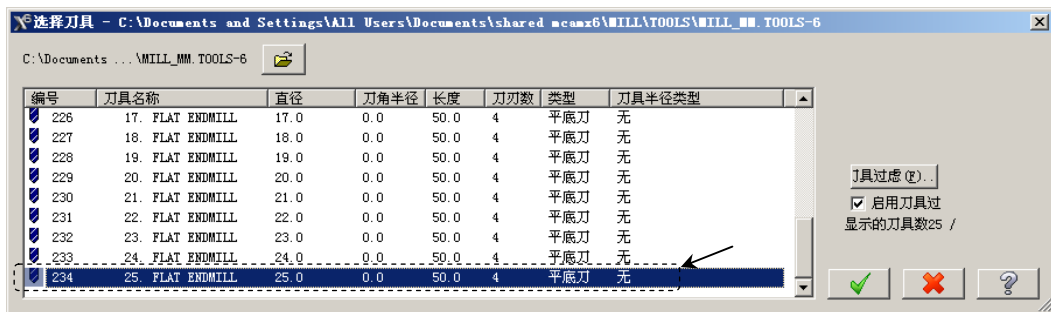

图 23.7 “选择刀具”对话框
Step5. 选择刀具。在“2D 刀具路径-平面铣削”对话框中单击 **选择刀库** 按钮，系统弹出“选择刀具”对话框，在该对话框的列表框中选择图 23.7 所示的刀具。单击 **✓** 按钮，关闭“选择刀具”对话框，系统返回至“2D 刀具路径-平面铣削”对话框。